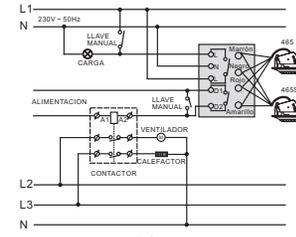

FIG.7
3) Dos sensores OS-465 y OS-465S (sensor adicional) conectados simultaneamente a una caja de control. (Ver FIG.7)
- El sensor OS-465S (sensor adicional) se conecta en paralelo con el sensor OS-465 (Ver FIG.7).